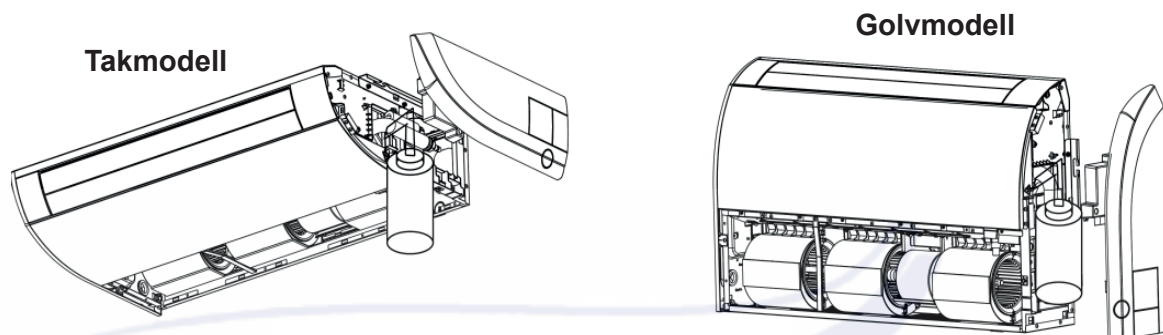

Fig. 25
- (1). Kontrollera avrinningen efter slutförd installation av kondensvattenledningen.
- (2). Håll lite vatten i kondensskålen på höger sida enl. Fig. 25, kontrollera att vattnet töms korrekt hela vägen.